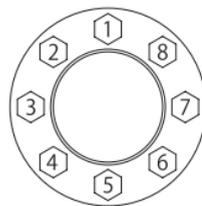

図13 クランプねじ締付け順序
3. クランプねじを図13の要領で徐々に時計方向あるいは反時計方向に順に締付けます。対角にはありませんのでご注意ください。クランプねじはトルクレンチを用い、締付けトルク Ms の値まで数回に分け締付けます。このときクランプディスクのすきまWを一定に保つようご注意ください。